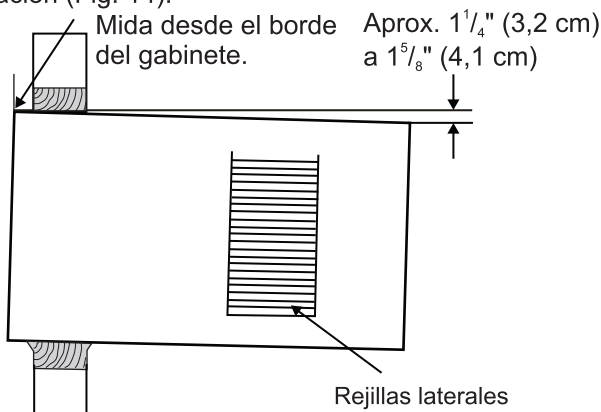

Fig. 5
3. Coloque el gabinete de manera correcta con la inclinación para extracción de agua. (Consulte la Fig. 5).